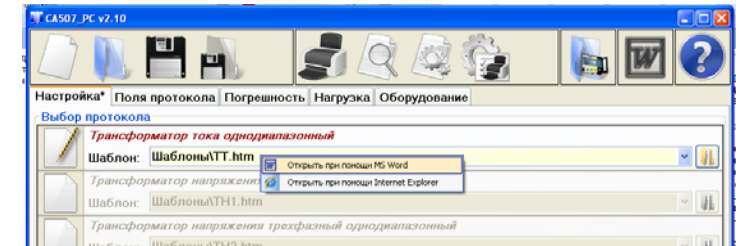

Рисунок 3.2
1) Відкрити шаблон протоколу в програмі Word, як файл с розширенням .htm, для чого підвести вказівник миші до поля "Шаблон" (рисунок 3.2), клацнути правою кнопкою миші і обрати з випадаючого списку варіант "Открыть с помощью MS Word" або в програмі Windows "Проводник" виділити ім'я файла шаблону, клацнути по ньому правою кнопкою миші і в контекстному меню обрати рядок "Открыть с помощью...", а потім "Microsoft Office Word".